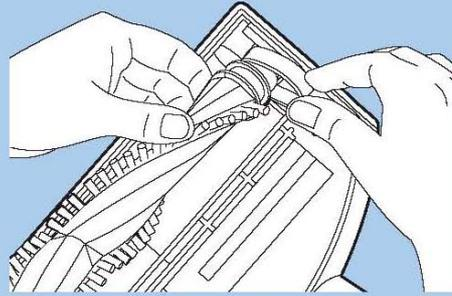

Рисунок 12
- 30 Thread pulley end of brushroll through belt (Fig. 12).
- 30 Вставьте конец вращающейся щетки в шкив (Рис. 12).
- 30 Coloque el extremo de la polea del cepillo giratorio en la correa (Fig. 12).